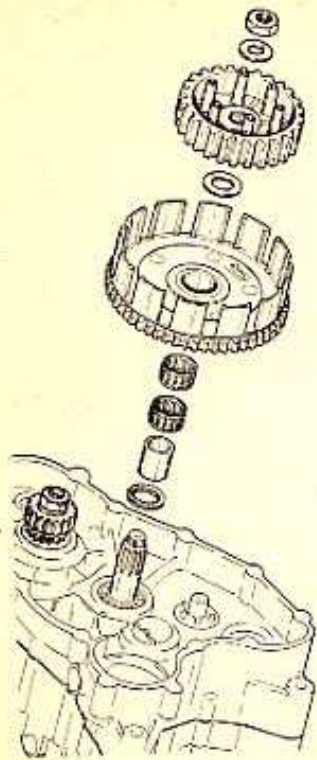

FIG. 43
- 17) Infilare sull'albero primario i particolari secondo la progressione indicata in fig. 43.